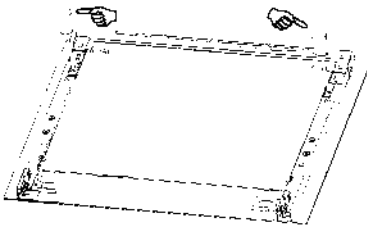

Figure 9
1. Pour desserrer les vis des supports bilatéraux, comme illustré à la figure 9